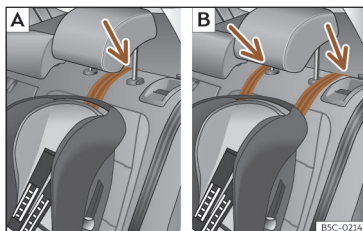

Fig. 42 Bancos traseiros: ajuste e montagem em função do cinto Top Tether.
- *Bancos traseiros:* passe a correia por baixo do encosto de cabeça (em função das instruções da própria cadeira, levante ou retire o encosto de cabeça se for necessário) >>> **Fig. 42.**